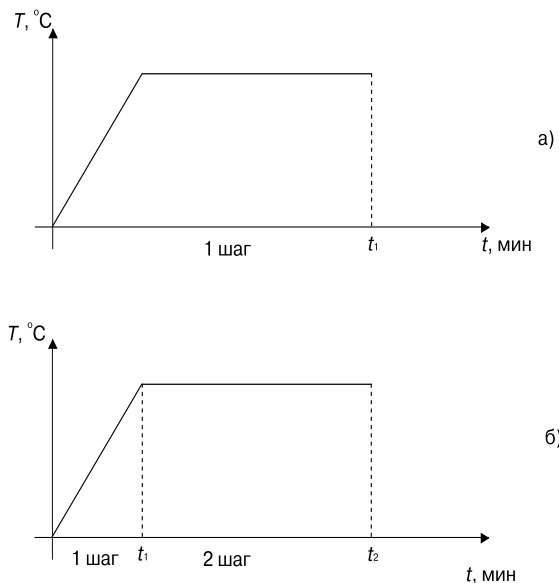

Рис. 34. Пример разбиения технологического режима на шаги: а) – неправильный вариант; б) – правильный вариант
**Пример 1.** На *рис. 34, а* изображен график температурного режима, который задает время, необходимое для достижения уставки и выдержки при этой температуре. Очевидно, что за один шаг заданную температуру точно выдержать по времени невозможно, так как скорость выхода на уставку может варьироваться, поэтому необходимо этот процесс разбить на два шага (*рис. 34, б*). При таком разбиении температура достигает уставки за время  $t_1$  (1-й шаг), которое не программируется, поскольку зависит от скорости выхода температуры на уставку. Пользователь программирует условие перехода с первого шага на второй по достижении заданного значения параметра; на втором шаге задает точное время выдержки.